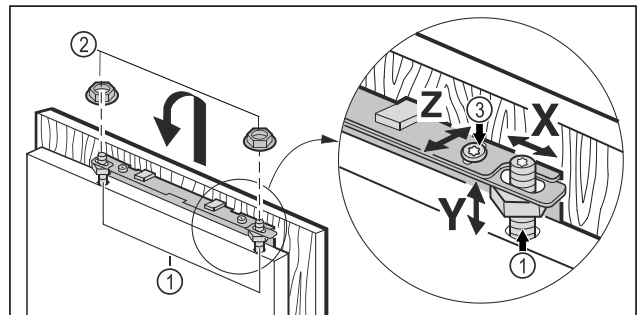

Fig. 18
- ▶ Навесьте мебельную дверь на регулировочные болты Fig. 18 (1) и накрутите контргайки Fig. 18 (2) на регулировочные болты, не затягивая.
- ▶ Выравнивание мебельной двери по высоте Y и боковому наклону: с помощью отвертки установите положение регулировочными болтами Fig. 18 (1).
- ▶ Затяните контргайки Fig. 18 (3).